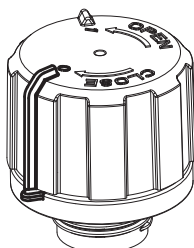

Fig.4
- Girando más la tapa en sentido horario siguiendo la flecha CLOSE, se alcanza la posición de cierre: el índice en la tapa marcada por la cifra 0 se encuentra alineado con el índice del conector roscado (fig. 4).